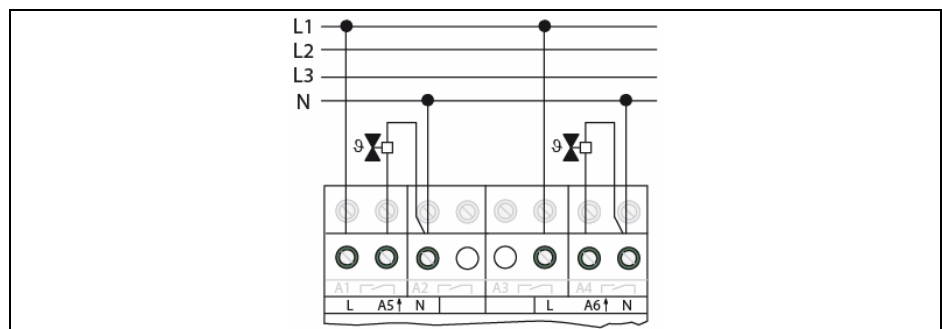

Bild 6: Anschluss von elektrothermischen Stellantrieben 230 V
- Stellantriebe anschließen (Bild 6). Max. 4 Stellantriebe pro Ausgang verwenden.
- ① Nur elektrothermische Stellantriebe anschließen.
- ① Bei thermischen Stellantrieben auf Charakteristik – stromlos geöffnet oder stromlos geschlossen – achten (siehe Projektierungsdaten).